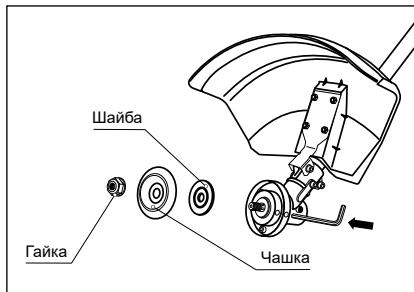

Рис. 7
1. Совместите отверстия в чашке редуктора и фланцевой шайбе. Вставьте металлический стопорный стержень или шестигранный ключ из комплекта поставки в отверстия чашки редуктора и фланцевой шайбы. Вращая гайку по часовой стрелке, снимите ее, а также чашку и шайбу со шпинделя редуктора (рис. 7).
- Совместите отверстие во фланцевой шайбе с отверстием в чашке редуктора (рис. 7). Вставьте металлический стопорный стержень в отверстие чашки редуктора и в отверстие фланцевой шайбы.